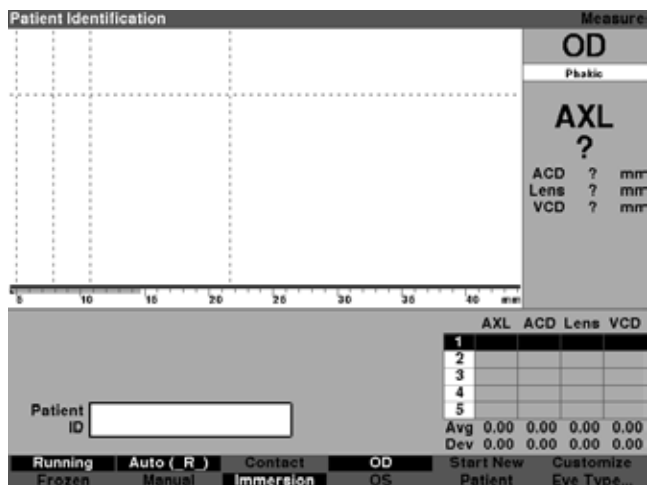

Figura 3-18 Campo Patient Information (Información del paciente)
1. Presione el botón debajo de la selección “Start New Patient” (Ingresar datos de un paciente nuevo) en las pantallas Measure (Medición), Calculate IOL (Cálculo del LIO) o Patient Records (Registros de pacientes). (Consulte la Figura 3-18 a continuación).
- Borra las lecturas del queratómetro (K).